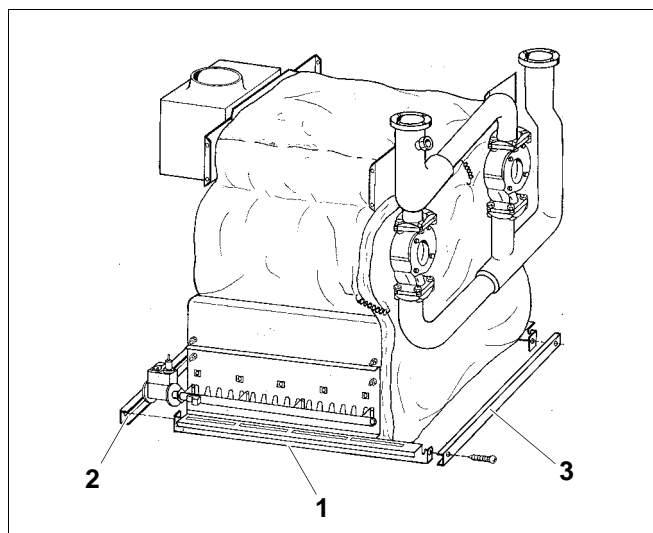
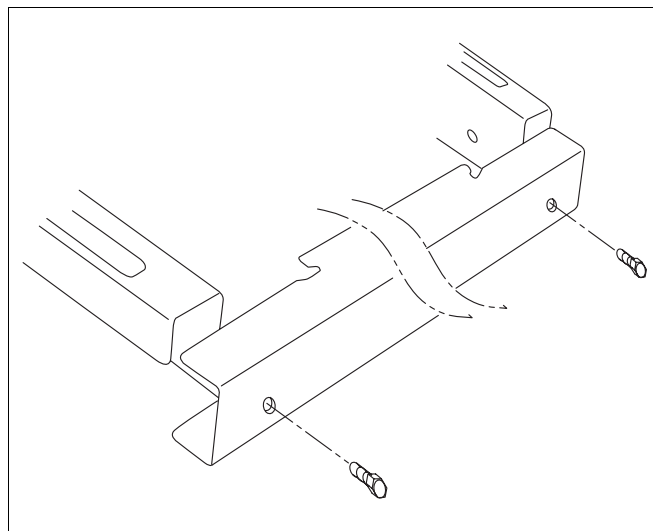

Fig. 48 Monter la plinthe transversale
Fig. 49 Plinthe transversale - vue de dessus
- Fixer la plinthe transversale (fig. 48, **pos. 2 et 3**) sur la face avant et arrière de la plinthe longitudinale (fig. 48, **pos. 1**) avec de vis à tête plate 3,9 x 9,5. Face avec les encoches en haut (fig. 49).